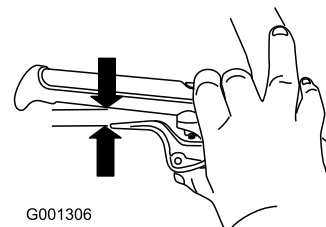

Figure 10
5. Serrez le levier complètement contre le guidon, puis vérifiez l'écartement entre le bas du guidon et l'extrémité du levier de débrayage de roue (Figure 10).